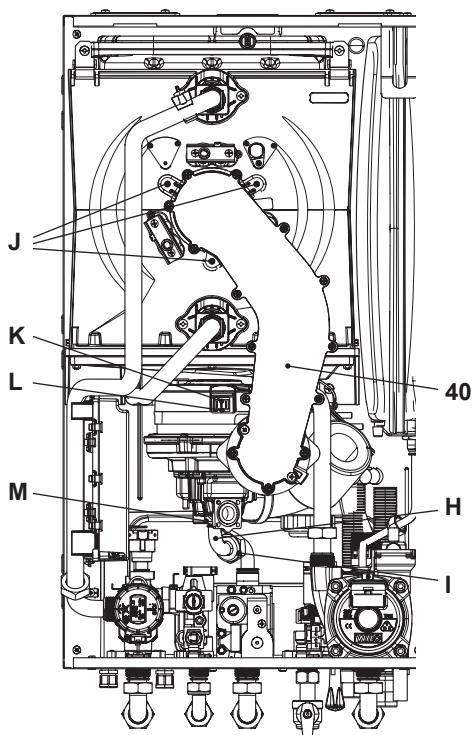

Figura 9.11
Extracción de grupo quemador-ventilador 40 en la Figura 9.11.
- Introduzca un destornillador plano en el entrante L del conector K y haga palanca hacia abajo. Al mismo tiempo desconecte el conector K tirando de él de frente (Figura 9.11).
- Desenrosque los tornillos J y extraiga el grupo quemador-ventilador 40 (Figura 9.11).